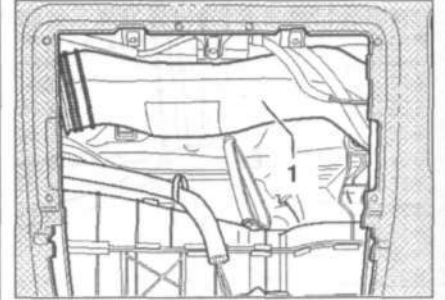

Рис. 13.50. Снимите воздуховод 1 со стороны пассажира.
22. Снимите воздуховод 1 со стороны пассажира (рис. 13.50).